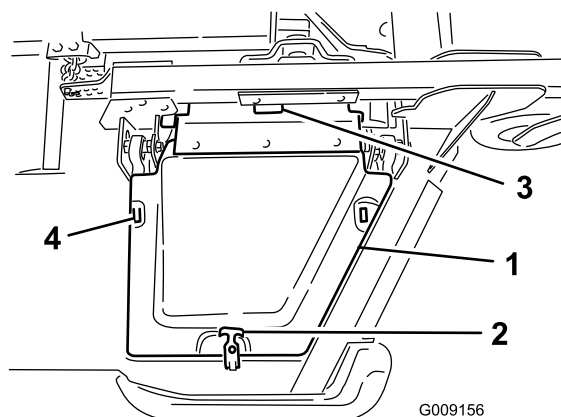

Рисунок 6
8. Установите и закрепите посредством резинового фиксатора крышку крыла деки (Рисунок 6).